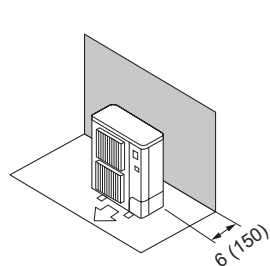

Fig. 2-5
- ① Obstáculos en la parte trasera (Fig. 2-5)